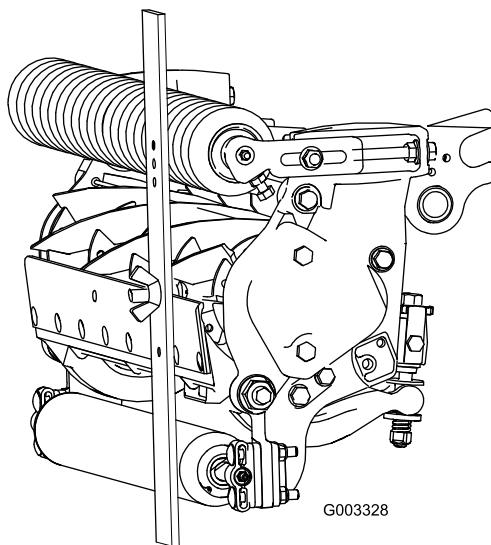

Figura 25
- Aggiacciate la testa della vite sul tagliente della controlama e poggiate l'estremità posteriore della barra sul rullo posteriore (Figura 25).
- Ruotate la vite di regolazione finché il rullo anteriore non toccherà la barra di riferimento (Figura 25).